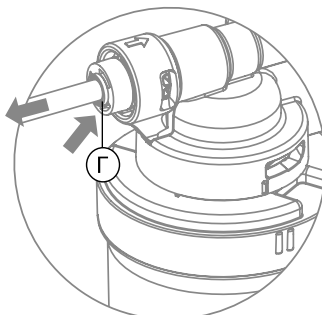

Рис. 11
2. Удерживая цанговое кольцо (Г) прижатым к основанию фитинга, потяните на себя пластиковую трубку и извлеките ее из фитинга (рис. 11).